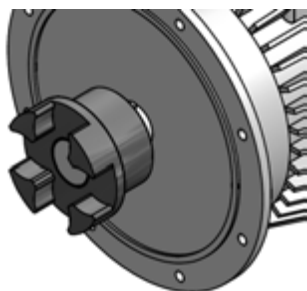

Рис. 14: Установка муфты на вал двигателя
3. Надеть втулку муфты на вал двигателя в соответствии с требованиями производителя двигателя. Конец вала двигателя выровнять относительно муфты (см. Рис. 14).